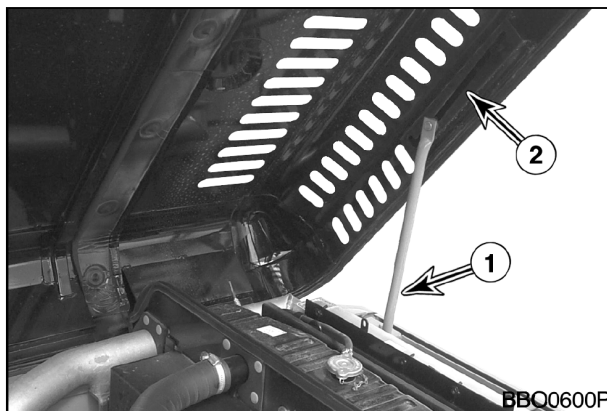

Рис. 104
2. Установить рычаг безопасности в заблокированное положение (**LOCK**), рис. 104.
Открыть крышку и вытянуть опорный стержень (1, рис. 104) в отверстие (2) для удержания крышки.